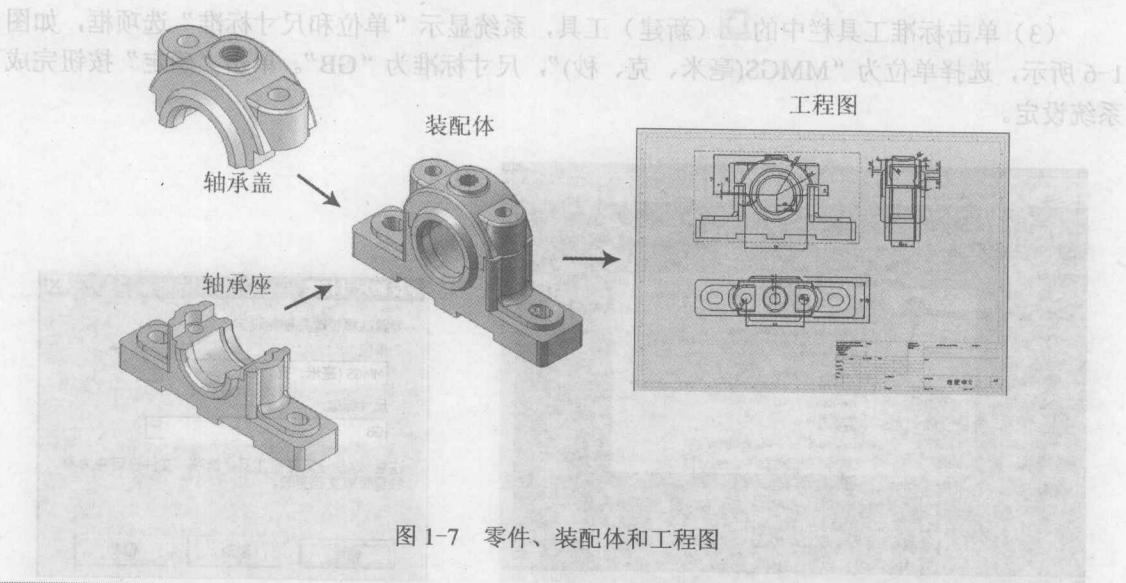
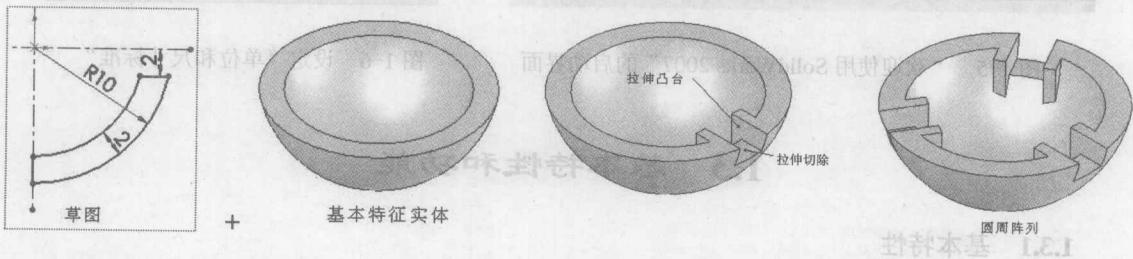

图 1-7 零件、装配体和工程图
图 1-8 特征造型
(1) SolidWorks 模型由零件、装配体和工程图组成, 并且三者具有联动功能, 如图 1-7 所示。
(2) SolidWorks 使用三维设计方法。当设计零件时, 从初始草图开始, 创建一个三维零件模型, 并且用这个三维零件模型可建立二维工程图和三维装配体。
(3) SolidWorks 是一种尺寸驱动系统。可指定尺寸和各实体之间的关系, 改变尺寸就能改变零件的尺寸和形状, 并保留原有设计意图。
(4) 具有特征造型的功能。一般可用草图建立一个基本特征, 然后附加上更多的特征, 最终建立零件模型。在此过程中可通过对特征的增减、改变或调动来自由地重定义设计, 如图 1-8 所示。
(5) 零件、装配体和工程图之间的联动功能联系, 保证了一个视图上的改变自动地反映到其它视图, 且可在设计过程中的任何时候产生工程图和装配体。
(6) 提供了特征管理器 (FeatureManager) 设计树功能, 可以使用户同时查看特征管理器 (FeatureManager) 设计树和属性管理器 (PropertyManager)。
(7) 具有灵活多样的帮助功能。